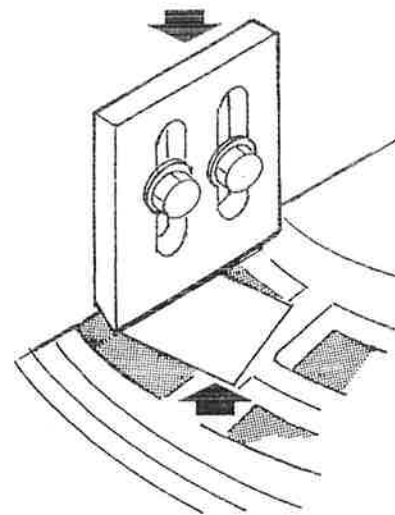

Fig. 5
**Steg C** (se fig. 5)
5. **Kontroller om det er nødvendig å legge mellomleggskive under matebollen ved å skyve en mellomleggskive inn mellom matebolle og hus (se fig. 5). Er det rimelig klaring, legges mellomleggsskiven under matebollen (sefig. 6)**